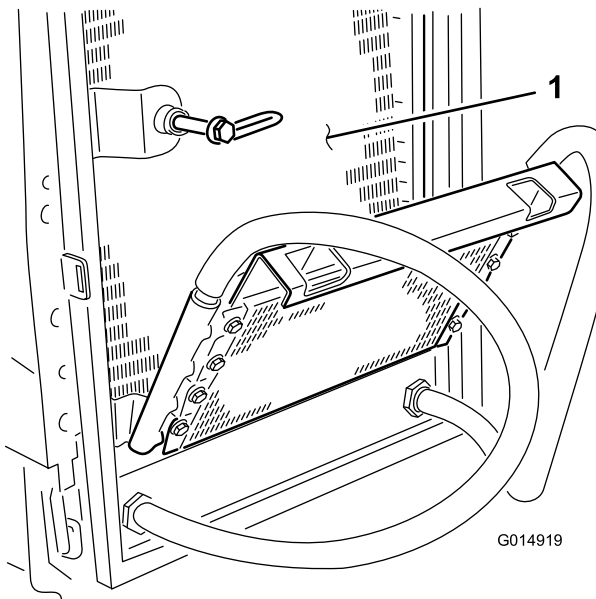

Bild 44
- Reinigen Sie beide Seiten des Ölkühlers gründlich. Entfernen Sie, nach der gründlichen Reinigung des Kühlers und Ölkühlers, sämtlichen Schmutz, der sich an anderen Teilen der Maschine angesammelt hat (Bild 44) mit Druckluft.